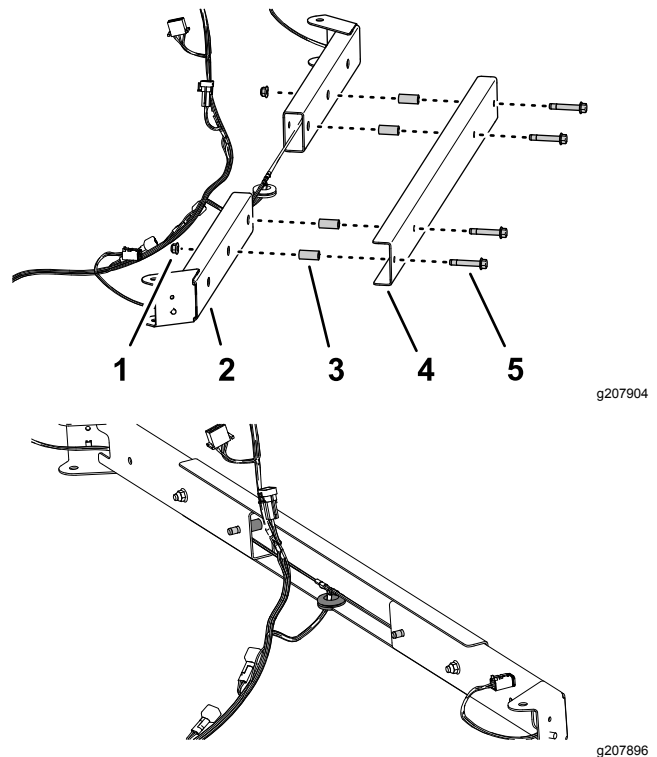

**Figura 10**
1. Prenda as duas montagens de trabalho nos ramais de cablagem de 112 cm e de 99 cm como se mostra na Figura 10.